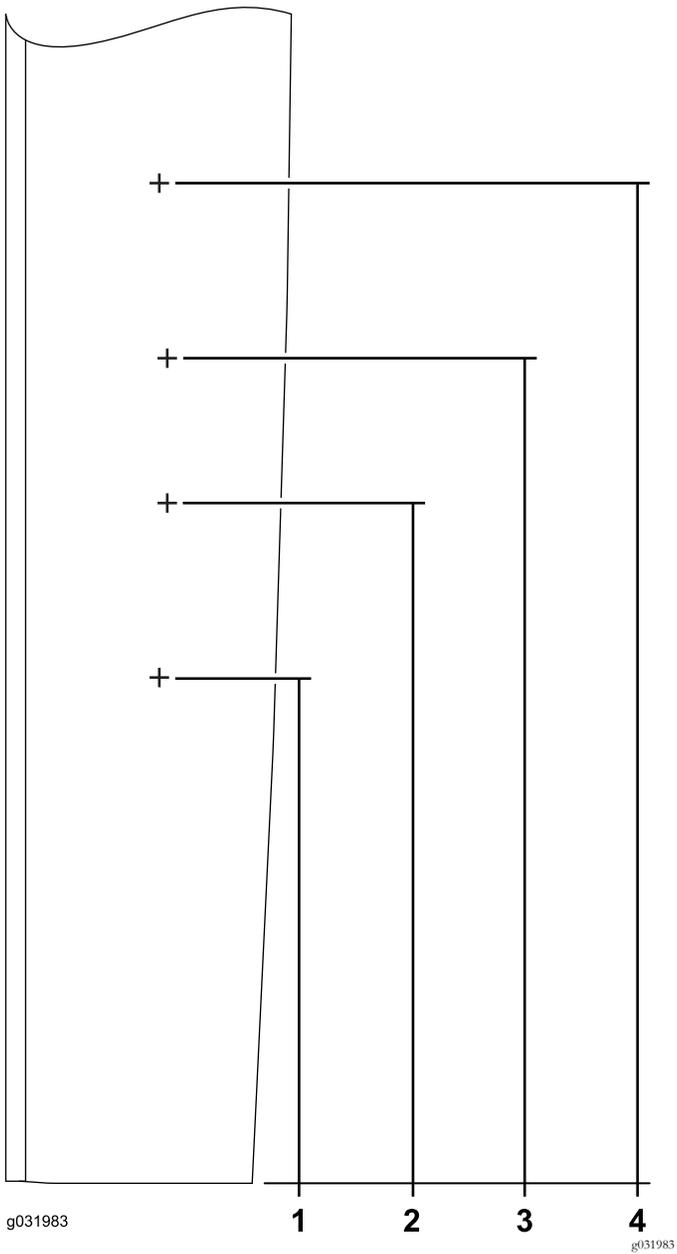
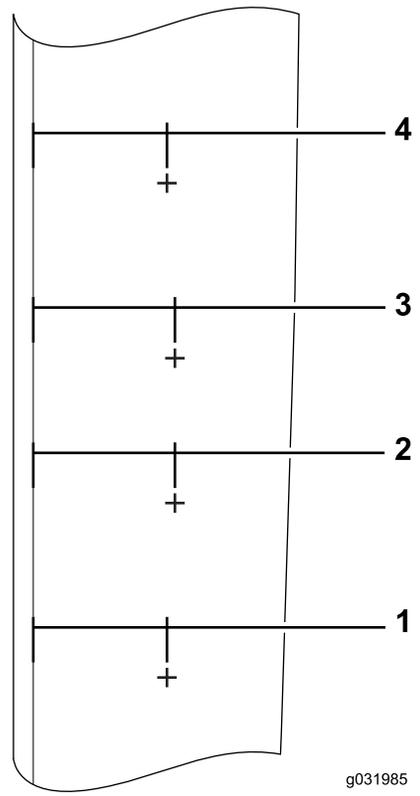

Figura 49
Figura 50
1. Localice y marque los puntos siguientes en la chapa lateral (Figura 49 y Figura 50).